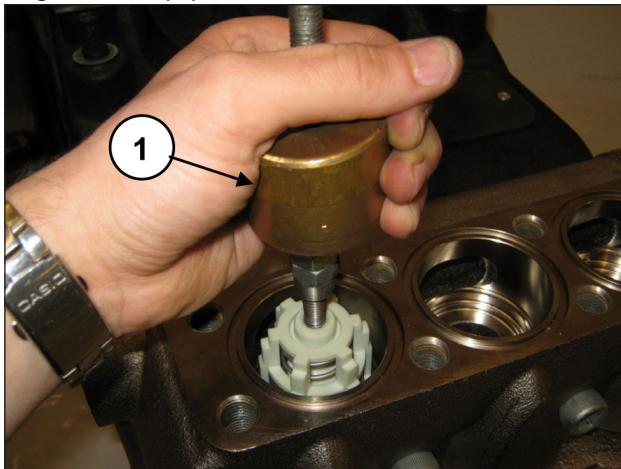

Fig. 137
Extraire l'ensemble de la soupape de refoulement à l'aide d'un extracteur à inertie (réf. 27516400) à appliquer sur le trou M10 du guide de soupape (rep. ①, Fig. 137) ou, en complément, un adaptateur M10-M16 (réf. 25089700) à fixer sur le filetage M16 du guide de soupape.